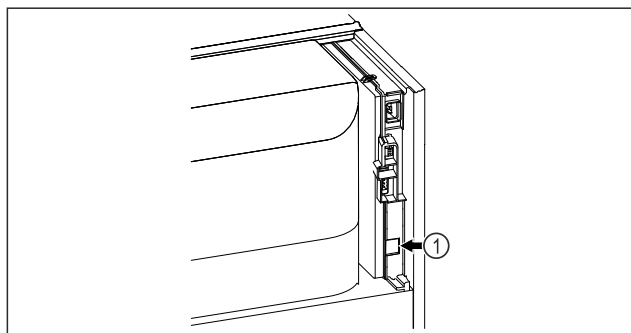

Fig. 109
- Vstavljen je SmartModule Fig. 109 (1).